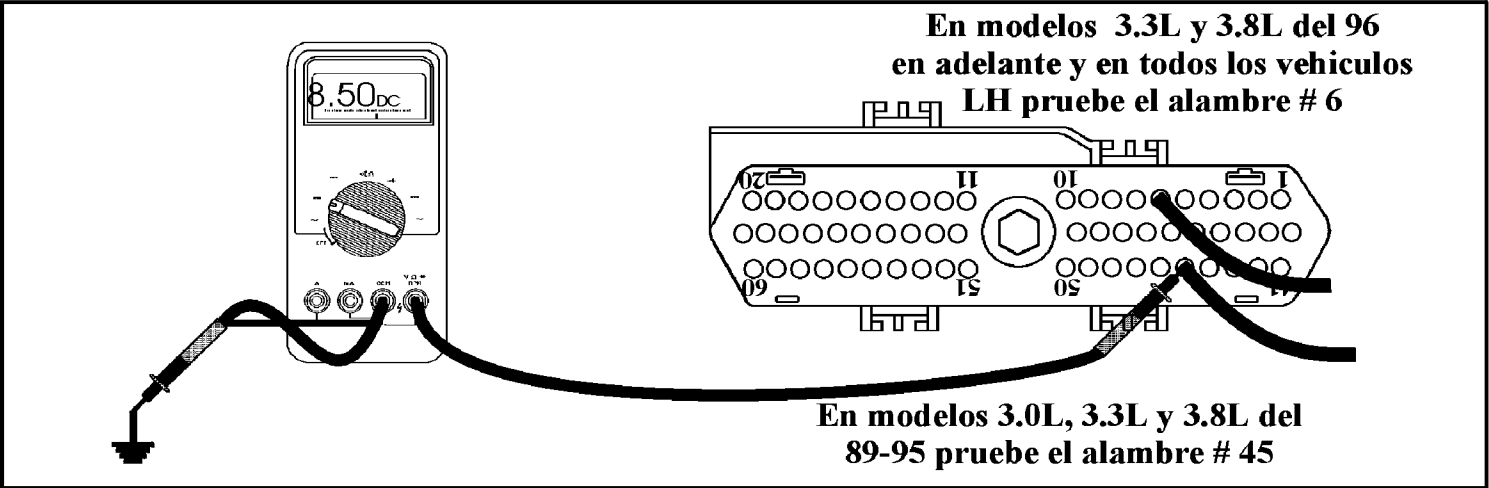
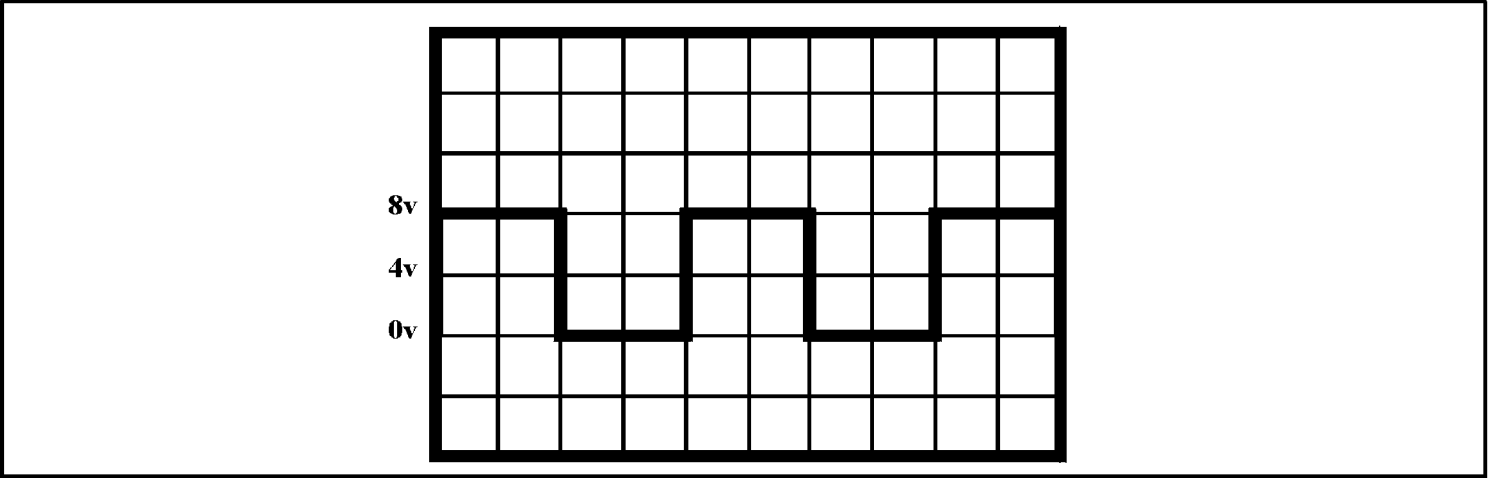

Figura 21
Figura 22
- Con su voltímetro fijado para medir voltaje DC, coloque el cable positivo del metro al alambre 45 del TCM y el cable negativo a una buena tierra. (Vea la figura 21). Con la llave en contacto y el motor apagado, se debe observar un pulso de 8 a 9 voltios al girar el motor a mano. Si el pulso de voltaje es observado, reemplaze el TCM. Si no se observa pulso de voltaje alguno, vaya al proximo paso. *Nota:* Para aquellos que poseen un osciloscopio, la figura 22 muestra la forma de la honda cuadrada que se debe observar (Prueba hecha con motor encendido).
- Fije su metro para medir voltaje DC. En vehículos del 89-95 coloque el cable positivo del metro al terminal 45 en el TCM. En modelos del 96 en adelante con motor 3.3 y 3.8L y todos los vehículos LH, coloque el cable positivo del metro al terminal 6 en TCM. Coloque el cable negativo a una buena tierra (Vea la figura 21). Con la llave en contacto y el motor apagado, se debe observar un pulso de aproximadamente 5 a 9 voltio al girar el motor a mano. Si ese pulso es observado, reemplaze el TCM. De no observarse pulso alguno, vaya al proximo paso.